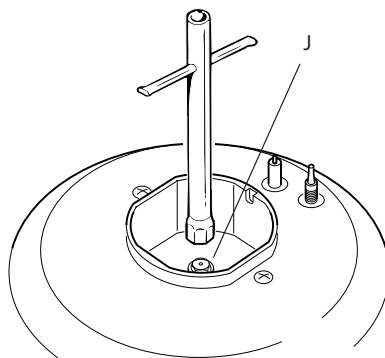

Fig. 2.4
- Con una chiave fissa sostituire gli ugelli "J" (fig. 2.4 - 2.5) con quelli idonei per il gas da utilizzare.